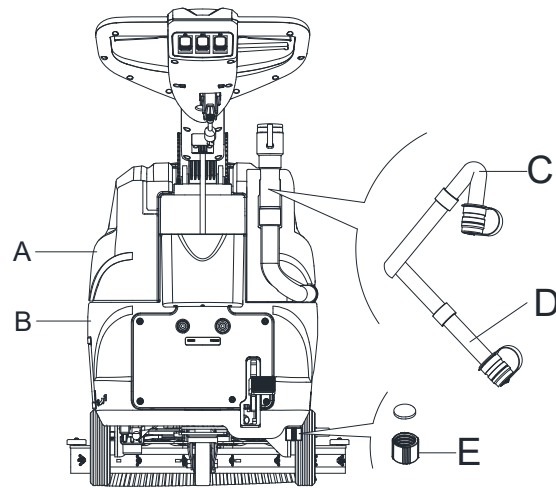

Figura 10
Durante lo scarico dell'acqua di recupero, il tubo dell'aspirazione dello scarico deve essere piegato (C, Figura 10) e abbassato al punto più basso (D, Figura 10), quindi aprire il coperchio del tubo di aspirazione dello scarico per svuotare l'acqua. Non orientare l'uscita del tubo di aspirazione di scarico verso l'alto per drenare l'acqua verticalmente. Tale accorgimento impedisce di riversare l'acqua sull'operatore.
8. Svuotare il serbatoio della soluzione detergente dal coperchio di uscita (E, Figura 10). Al termine, sciacquare il serbatoio con acqua pulita.
2. Svuotare i serbatoi (A e B, Figura 10) come indicato nel paragrafo precedente.